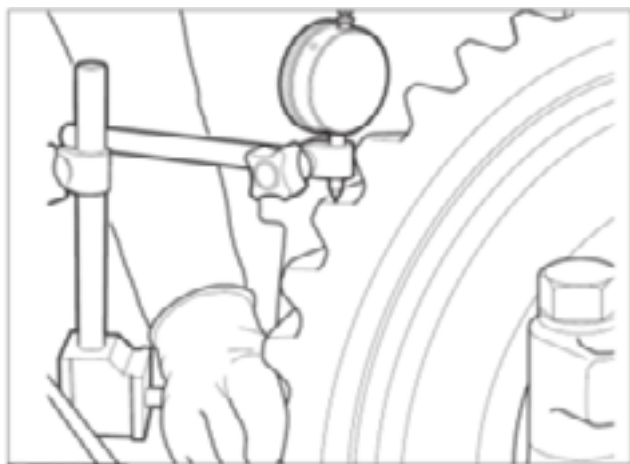
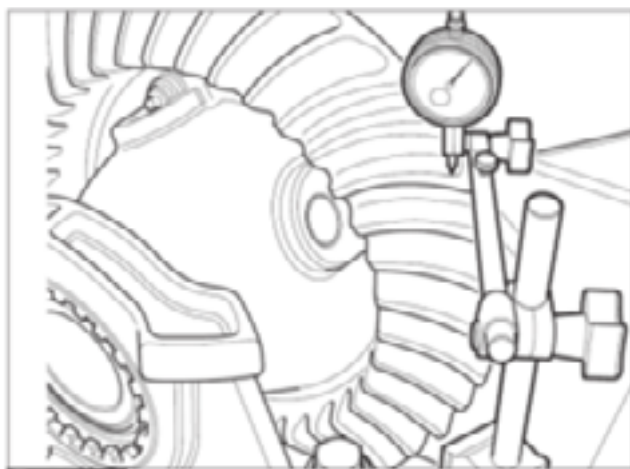

Fig. 2.55
Fig. 2.56
5. Verificar a folga de engrenamento da coroa e pi-nhão (Fig. 2.55). Para engrenagens novas, a folga deve ser inicialmente ajustada em 0,38 mm (Fig. 2.56).